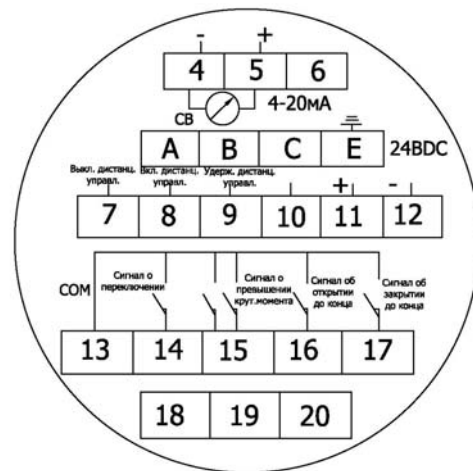

Рис. 19. Схема подключения клемм интегрального взрывозащищенного типа
6.4 Схема подключения клемм интегрального типа показана на рисунке 18, рисунок 19